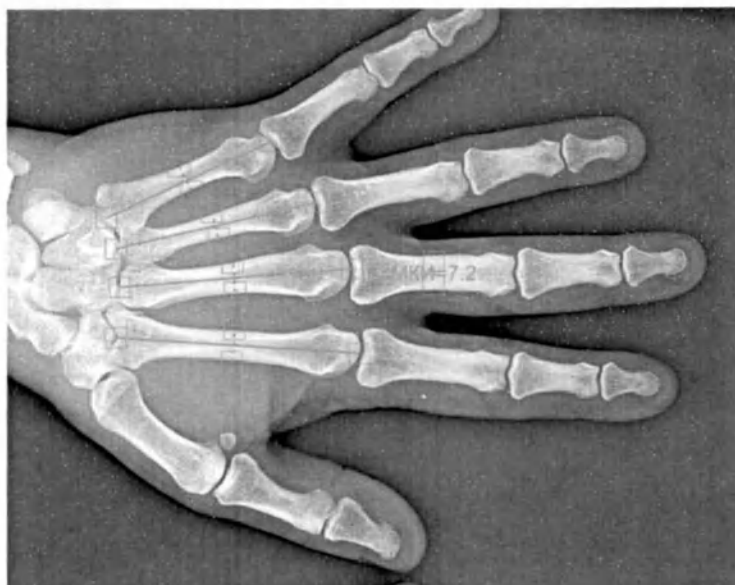

Рис. 124 Метакарпальный индекс
- На изображении появится 4 линии, с перпендикулярными отрезками (Рис. 124 Метакарпальный индекс);